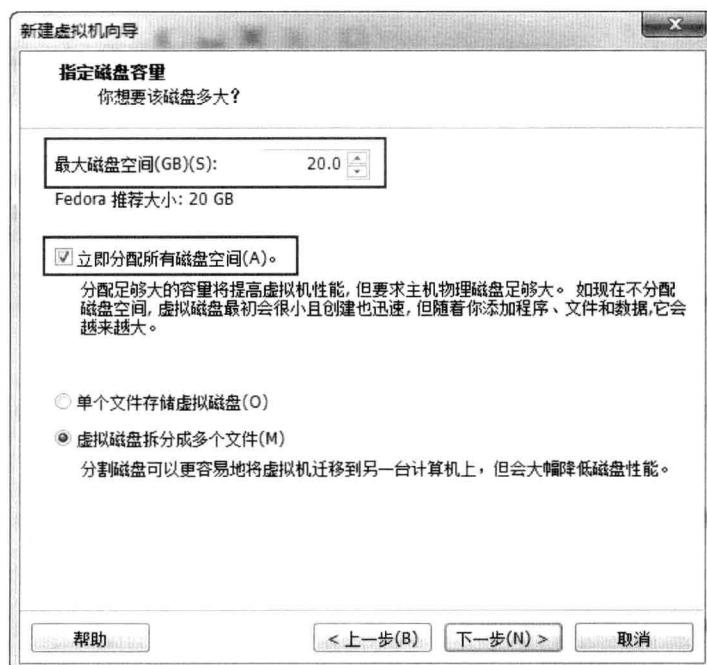

图 2.6 指定磁盘容量
(14) 在“指定磁盘容量”对话框中，确定磁盘大小，为 Linux 系统预留 20GB 空间，并且选择“立即分配所有磁盘空间”复选框，如图 2.6 所示。